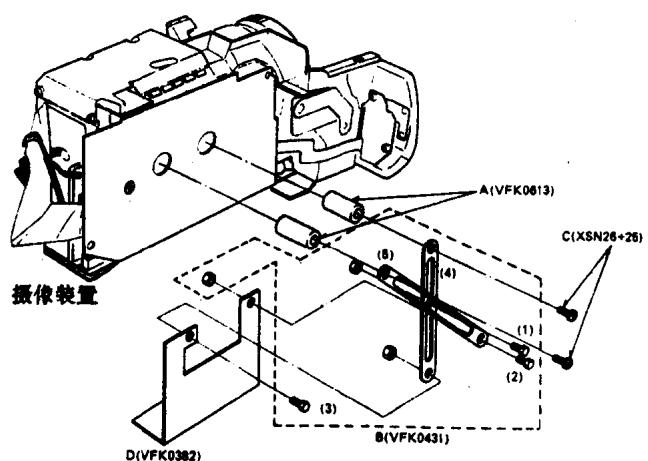

图 T2
(3) 如图 T2 所示, 旋紧螺钉 (C), 使摄像机支架臂与支架垫套 (A) 固定。